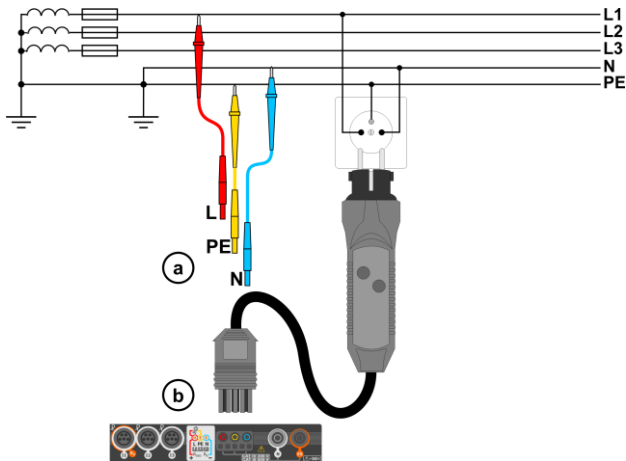
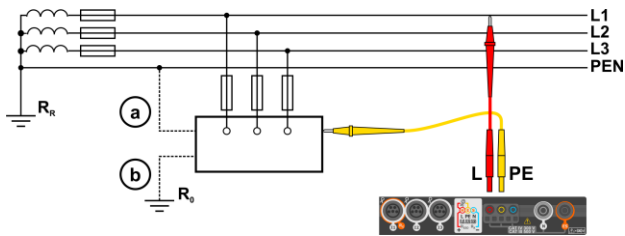

Fig. 3.1 Messung im L-PE Netz
Fig. 3.2 Überprüfung der Wirksamkeit des Schutzes gegen elektrischen Schlag des Prüfgerätegehäuses bei: a) TN Netz oder b) TT Netz
③ Wählen Sie andere Einstellungen und führen Sie die Messung durch betätigen der **START** Taste am Gerät aus.
① Verbinden Sie die Messleitungen laut Fig. 3.1 oder Fig. 3.2.